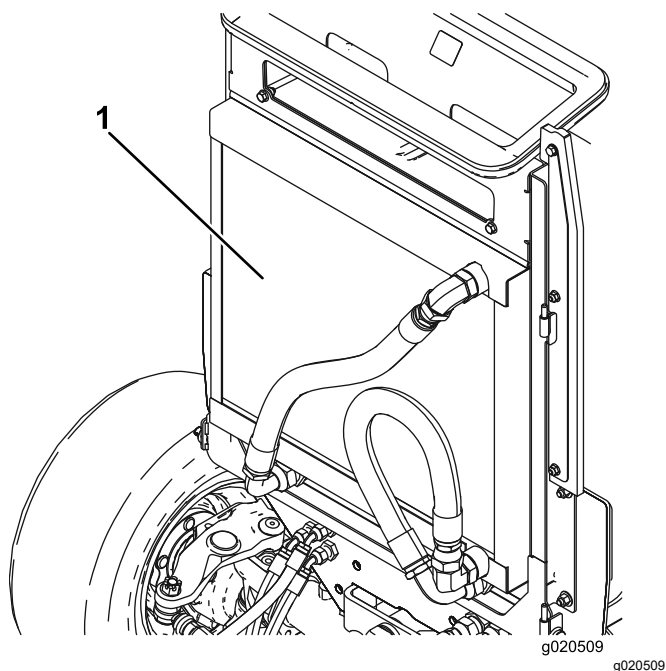

Figura 75
3. Limpie a fondo ambos lados de la zona del enfriador de aceite/radiador (Figura 75) con aire comprimido. Empezando en la parte delantera, sople los residuos hacia la parte trasera. Luego, limpie desde atrás, soplando los residuos hacia adelante. Repita el procedimiento varias veces hasta eliminar todos los residuos.